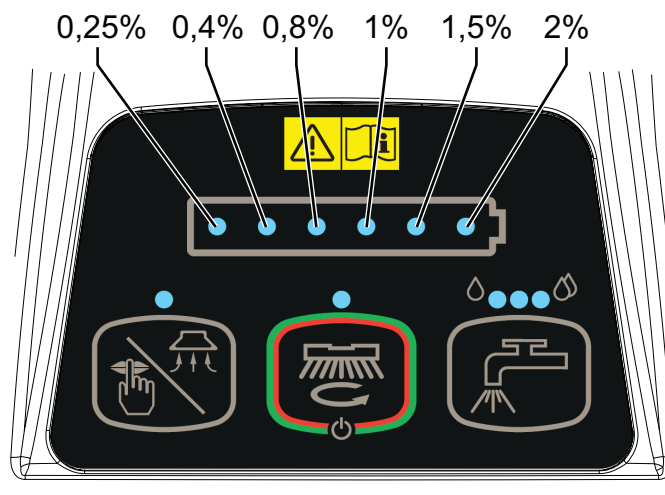

Figure 6
1. Pousser sur le bouton (43) pendant plus de deux secondes pour accéder au réglage. Le pourcentage réglé est fonction de la del respective allumée sur le symbole de charge des batteries, tel qu'indiqué à la figure 6.
2. Pousser à plusieurs reprises sur le bouton (43) pour modifier le réglage ou le remettre à zéro (toutes les del sont éteintes).